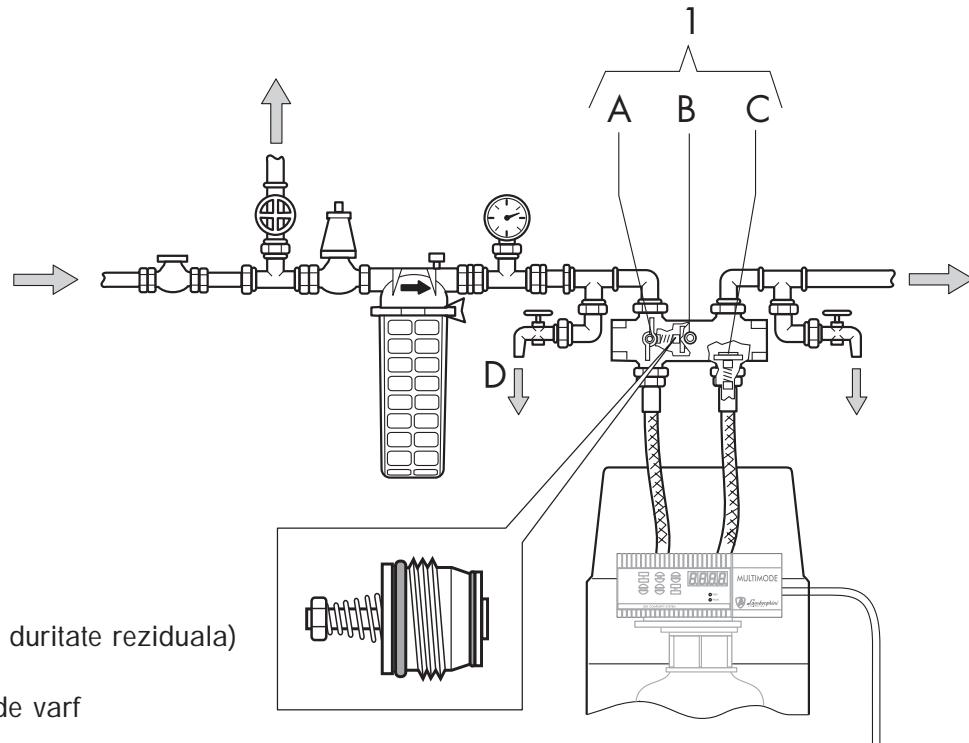

Fig. 5
- b) Lasati deschis by-passul manual (Fig. 5 Pag.20)
- h) Deschideti fluxul de apa dedurizata la instalatie, avand grija sa reglati cu ajutorul amestecatorului (vezi Fig.5 Pag.20) duritatea reziduala la 15°F pentru utilizare destinata consumului uman, in conformitate cu norma italiana DPR 236/88 - nr. 31/2001.
Grupul de by-pass cuprinde: un amestecator (Fig. 5 poz. B) pentru reglarea cantitatii de apa dura furnizata la robinet; o valva antireflux (Fig. 5 poz. C) pentru protejarea dedurizatorului de eventuale returnuri de apa calda; o valva cu trei cai (Fig. 5 poz. A) care permite izolarea dedurizatorului, in cazul demontarii, fara intreruperea alimentarii.
La montarea by-passului respectati cu strictete toate indicatiile din fig. 5.